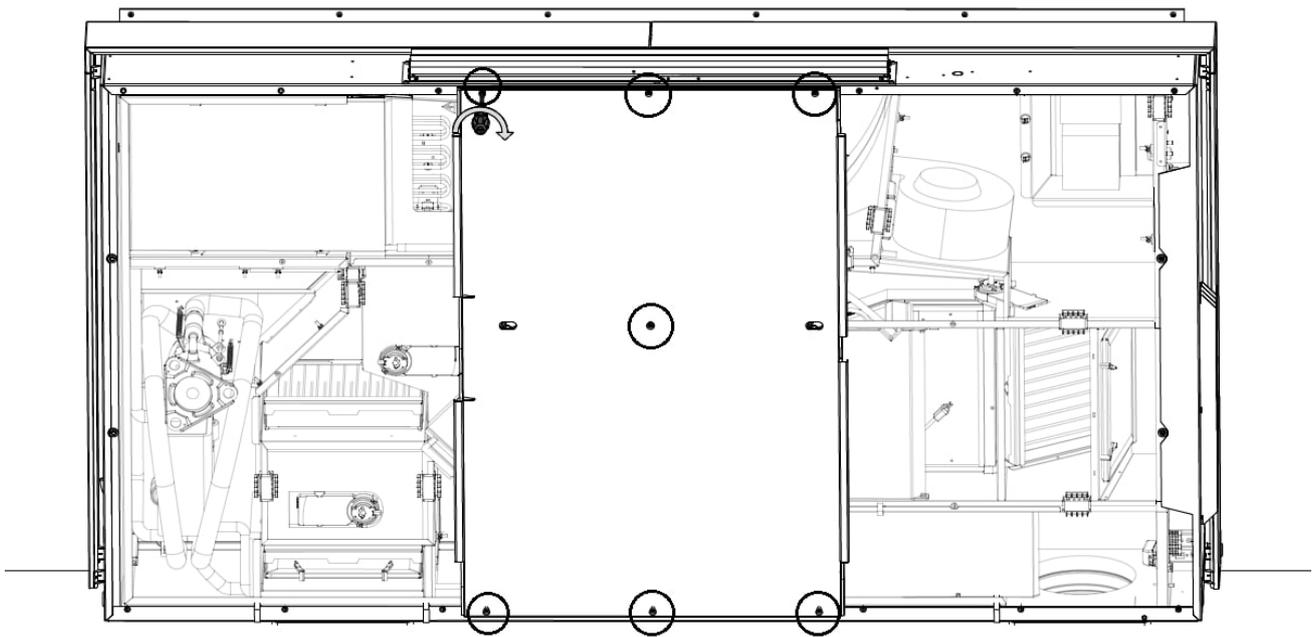

Abbildung 35: Befestigungspunkte für die mittlere Stahlplatte
- Schrauben Sie die Stahlplatte mit sieben kurzen Schrauben in den Geräterahmen, siehe Abbildung 35 unten.